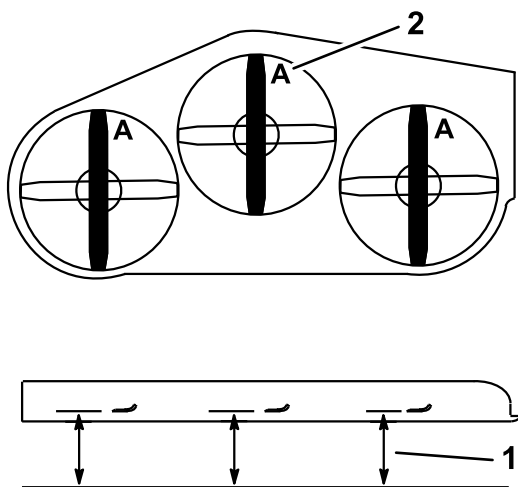

Figure 94
- Mesurez la distance entre la surface plane et le tranchant (position A) des lames (Figure 94).